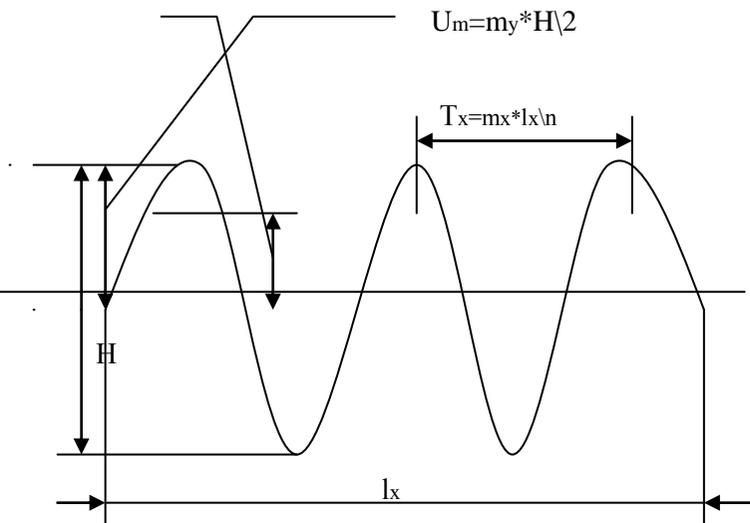

Рис.2
7.2.5 Произвести измерения амплитуды синусоидального сигнала (рис.2) для этого сочетать с переключателем “V\дел” масштаб по оси У (m_y) и определить максимальный размах сигнала (H).